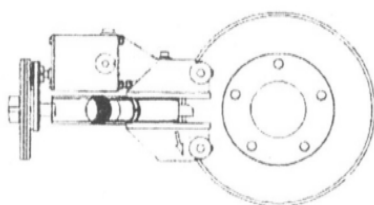

Рисунок 24
2. При необходимости разверните блок проточки CL-801 на 180 градусов, таким образом, что приводной блок окажется снизу (рис.24).